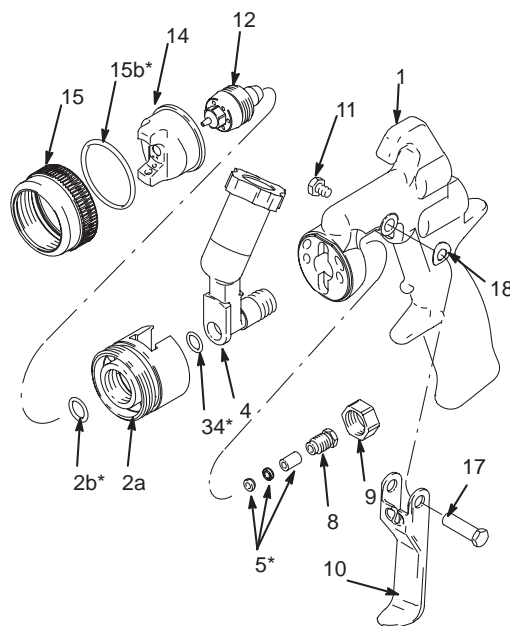
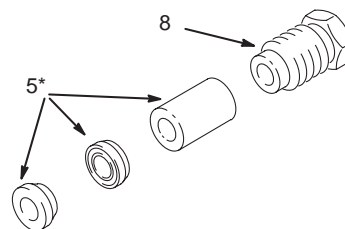

Fig. 23
Fig. 24
1. Med sprøytehuset (2a) fjernet fra adapteren (4) bruk en mekanisk hake til å fjerne o-ring (2b) fra huset (2a).
2. Fjern o-ring (34) fra adapteren (4). Se fig. 23. **MERK:** O-ring (2b) er litt større enn o-ring (34).
3. Installer en ny o-ring (34) i adapteren (4). Installer en ny o-ring (2b) i huset (2a). **MERK:** For å gjøre o-ringinstallasjonen lettere plasser adapteren (4) i sprøytehuset (2a) for å stoppe til enden. Installer én ende av o-ring i rillen i huset, og trykk deretter resten av o-ring på plass.
4. Skru løs pakningsskruen (8) fra adapteren (4) med pistolverktøyet (28).
5. Bruk en mekanisk hake og skyv de tre væskepakningene (5) ut av adapteren (4). Vær forsiktig så du ikke skader adapteren. Kast de gamle væskepakningene.
6. Plasser de nye væskepakningene (5) og pakningsskruen (8) på nålen (13). Se fig. 24 angående delenes retning.